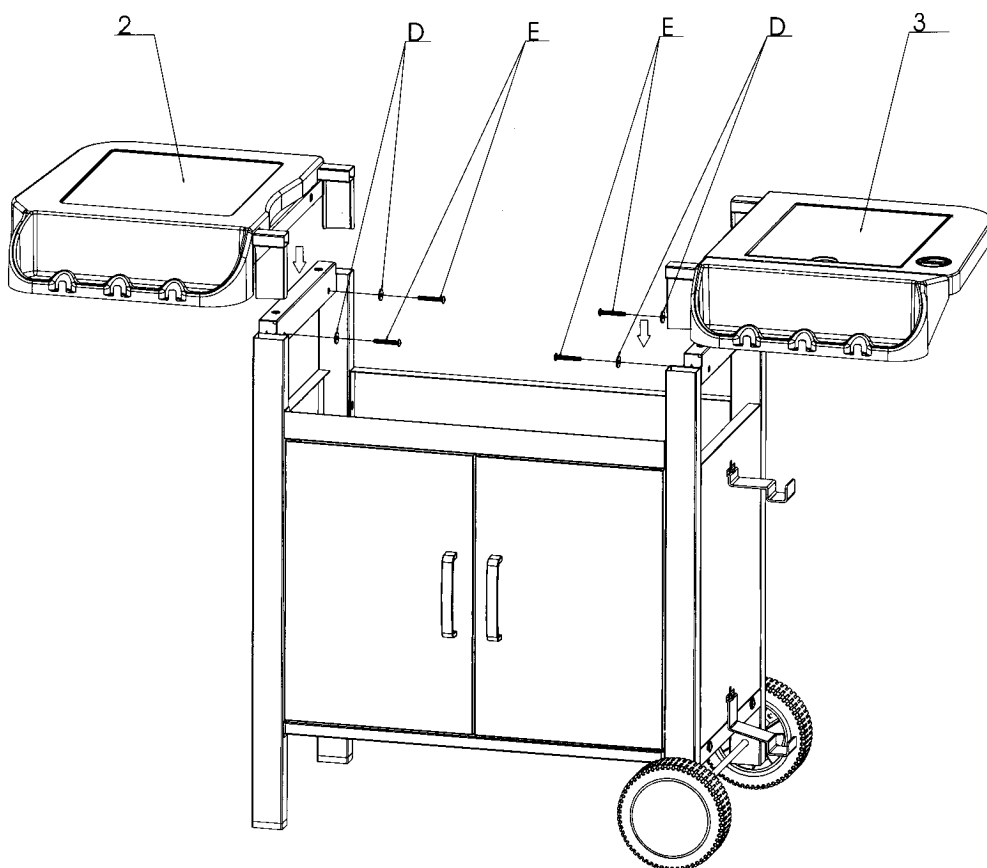

Figure 7
Installez les tablettes latérales en insérant les pieds dans le haut des pattes de chacun des montants. Fixez-les en place avec les boulons (E) et les rondelles plates (D). Voir figure 7.